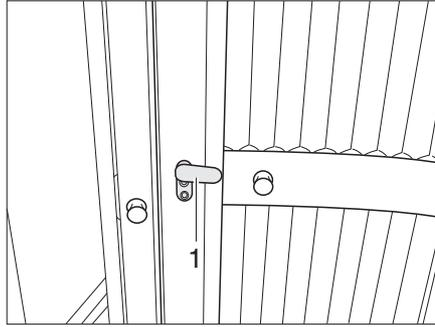

Fig. 350 Toilette Vario, porta di ingresso della toilette
- Posizionare il chiavistello (Fig. 350,1) sulla porta di ingresso della toilette in posizione verticale e ribaltare la porta di ingresso della toilette.
- Girare la parte interna della porta verso l'ingresso del vano WC e per chiuderla posizionare il chiavistello (Fig. 350,1) in posizione orizzontale.